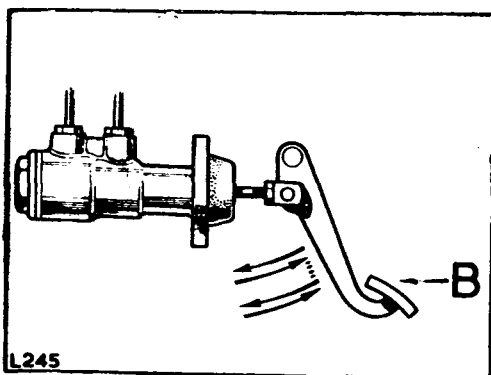

Fig. H1-13.- Acción sobre el pedal de freno
- 3.2.6.- Apretar el pedal de freno a fondo lentamente y dejar que retroceda nuevamente de manera igualmente lenta. Hacer una pausa de tres o cuatro segundos y repetir la operación de la misma forma hasta que haya desaparecido todo síntoma de aire en cada cilindro de rueda (Fig. H1-13).